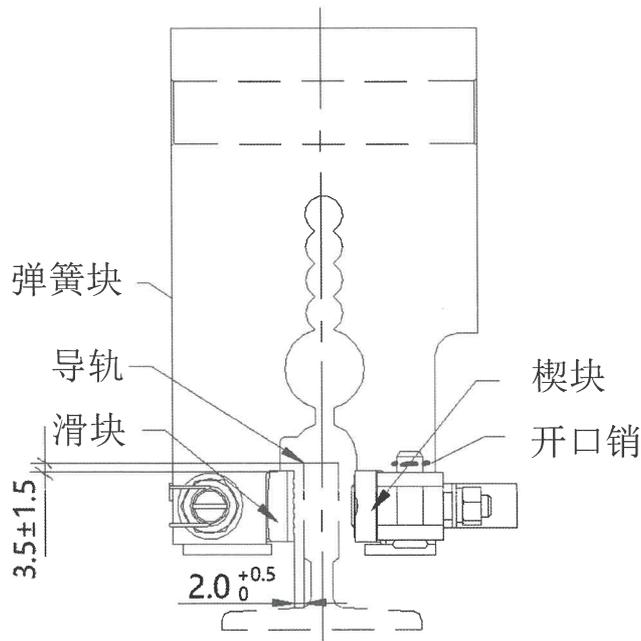

图 3
2.2.2. 滑块与导轨顶面的距离为 $3.5 \pm 1.5\text{mm}$ (图 3)。
2.2.3. 滑块与导轨间隙为: $2.0^{+0.5}_0\text{mm}$ (图 3)。